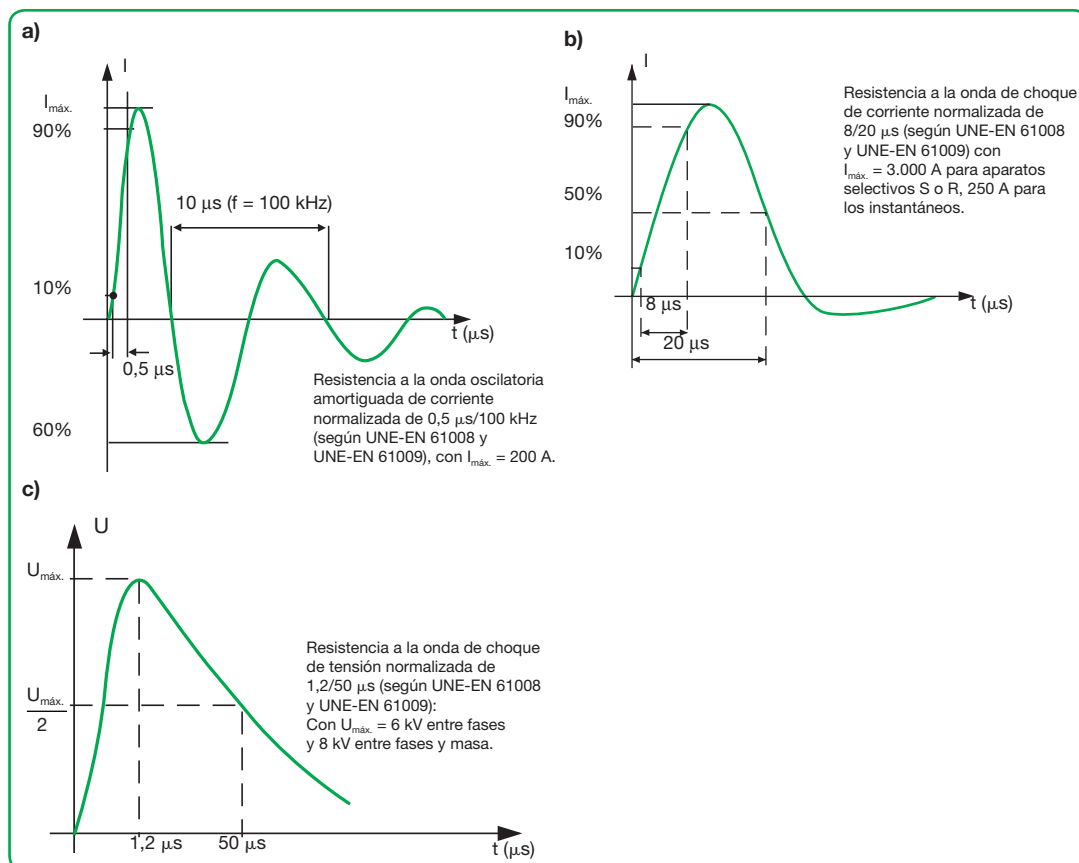

Fig. 4.9. Ondas de choque normalizadas de tensión y corriente.
- Una sobretensión que aparezca entre los conductores activos y tierra, con la perturbación fugándose aguas arriba de los diferenciales (**fig. 4.9 c**).
- Una sobreintensidad de la cual una parte se fuga aguas abajo de los diferenciales a través de las capacidades parásitas (**fig. 4.9 a**).
- Una sobreintensidad que detecta el diferencial y que se debe a una sobretensión del tipo anterior 4.9 c (**fig. 4.9 b**).